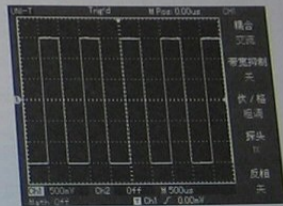

图1-7 探头补偿信号
- ③. 把探头的探针和接地夹连接到探头补偿信号的相应连接端上。按[AUTO]按钮，几秒钟内，可见到方波显示(1kHz, 约3V, 峰峰值)，见图1-7。以同样的方法检查CH2，按[OFF]功能按钮以关闭CH1，按[CH2]功能按钮以打开CH2，重复步骤2和步骤3。